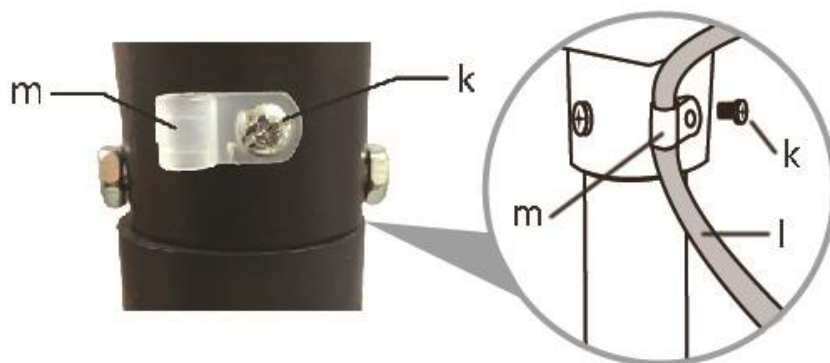

bild 8
3. Lossa kabelklämskruven (k) på motoranslutningen. Placera strömkabeln (l) genom kabelklämman (m). Sätt sedan tillbaka fästskruven (bild 8)